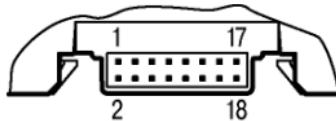

Рисунок 7.1
7.1.1 Перед установкой необходимо проверить, что соединитель вставлен в модуль (см. рисунок 7.1); а также защелки, фиксирующие модуль на DIN рейке, закрыты. Запрещается монтаж модуля с предварительно подключенными к входным цепям проводами.